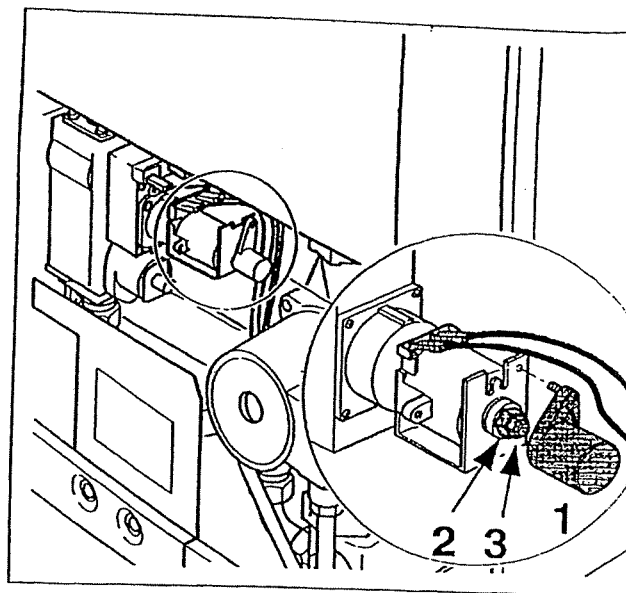

Fig. 46 Regolazione della pressione del bruciatore
- ◆ Nel caso di scostamenti, togliere il coperchietto della bobina di modulazione svitando l'apposita vite (Fig. 46, punto 1) e regolare la pressione con una chiave da 9 (Fig. 46, punto 2).
- ◆ Nel caso di scostamenti, togliere il coperchietto della bobina di modulazione svitando l'apposita vite (Fig. 46, punto 1) e regolare la pressione con una chiave da 7 (Fig. 46, punto 3).